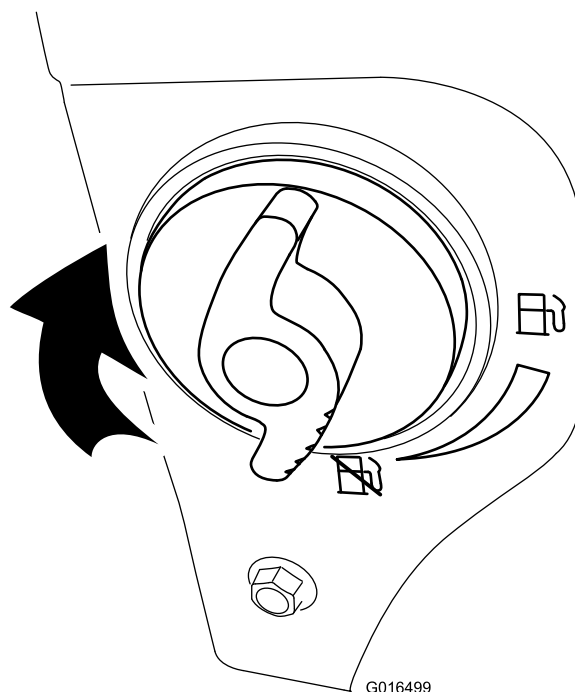

Figura28
4. Închideți ventilul de închidere a combustibilului rotindu-l în sensul acelor de ceasornic (Figura28).